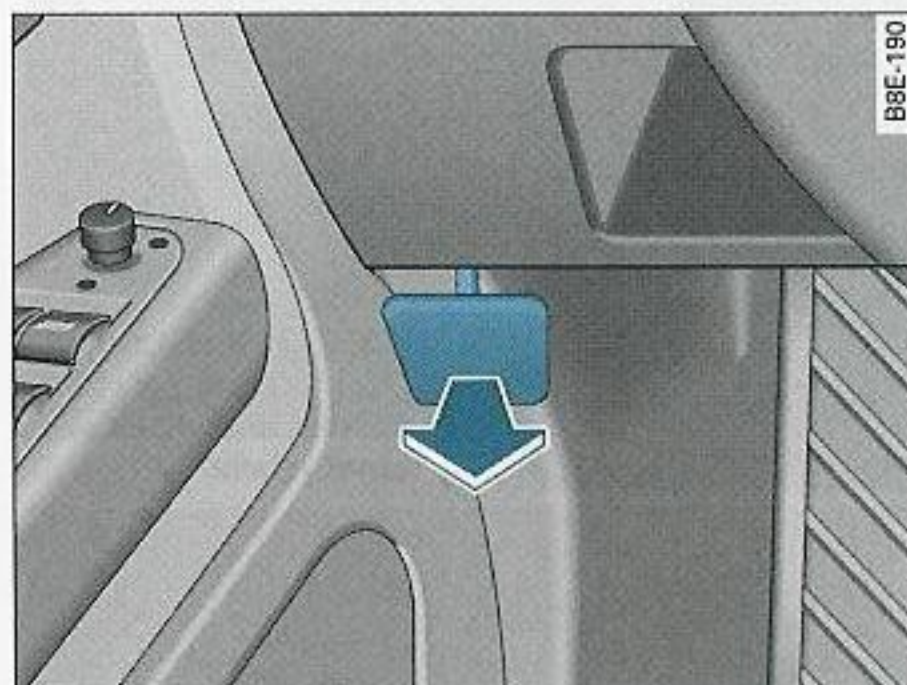

Fig. 225 Detalle del espacio para los pies en el lado del conductor: Palanca de desbloqueo
- Tire de la palanca que hay debajo del tablero de instrumentos ⇒ fig. 225 en la dirección de la flecha.